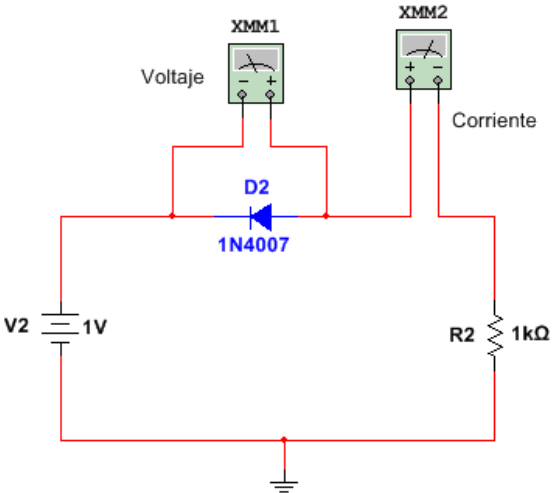

Figura 5. Circuito para la polarización inversa del diodo.
- Arme el circuito de la figura 5 en el simulador y tome las medidas solicitadas en la tabla 3 para los mismos tres diodos.
- En el protoboard, arme el circuito de la figura 5. Tenga en cuenta las mismas precauciones del apartado *Polarización directa* (1), esta vez con el **cátodo** conectado a la salida positiva de la fuente, y anote las medidas en la tabla 4, con el voltaje en mV y la corriente acompañada de su unidad: los tres diodos se quedan en microamperios de fuga, salvo el zener, que al entrar en ruptura alcanza unos 19 mA. La tabla cubre los dos zener de la lista de materiales: los puntos de 4,5 a 5,5 V rodean la ruptura del 1N4733A (5,1 V) y los de 6,3 a 7,3 V la del 1N4736A (6,8 V). Anote en la tabla cuál de los dos empleó.